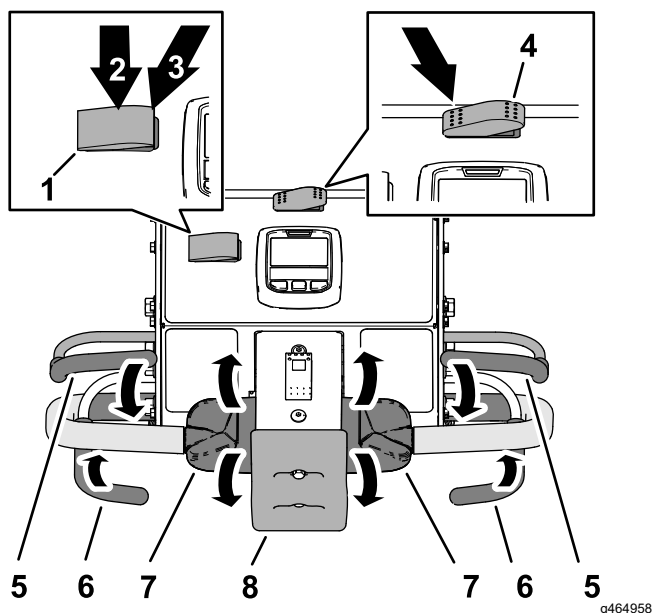

Рисунок 82
1. Нажмите переключатель транспортировки/аэрации, чтобы он находился в положении АЭРАЦИЯ (Рисунок 82).